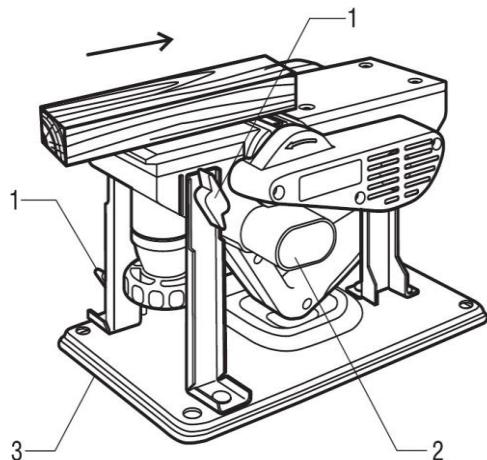

РИС. 9
- Для установки рубанка в стационарное положение на рабочем верстаке, к корпусу рубанка необходимо прикрутить опорную ножку (3) и патрубок отвода стружки (2)(См. Рис.9).
- Для защиты оператора от вращающегося барабана, на корпус рубанка устанавливается пластиковый кожух (1).